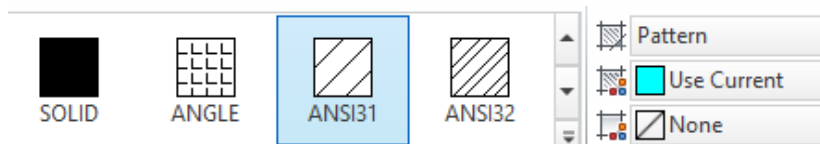

Рисунок 2.6 – Вибір зразка штриховки
2.2.7 Обрати  *Hatch* (*Штриховка*). З контекстної вкладки (рис. 2.6) *Hatch Creation* (*Створення штриховки*) вибрати «*Pattern* (*Зразок*)» *ANSI31*.